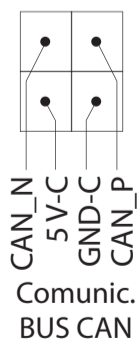

Figura 1
- Un **BUS CAN** para la comunicación instrumento / interfase remota (conexión ver figura 1).